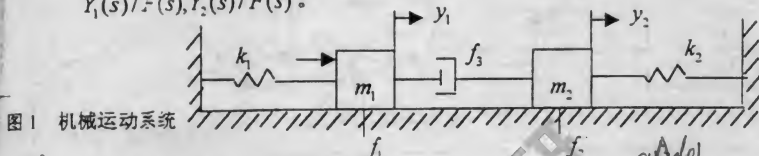

图 1 机械运动系统
1. (20%) 一机械系统如图 1 所示。图中力 F 为输入量，位移 y_1 、 y_2 为输出量， m 是质量， f 是粘滞阻尼系统， k 是弹簧的弹性系统。